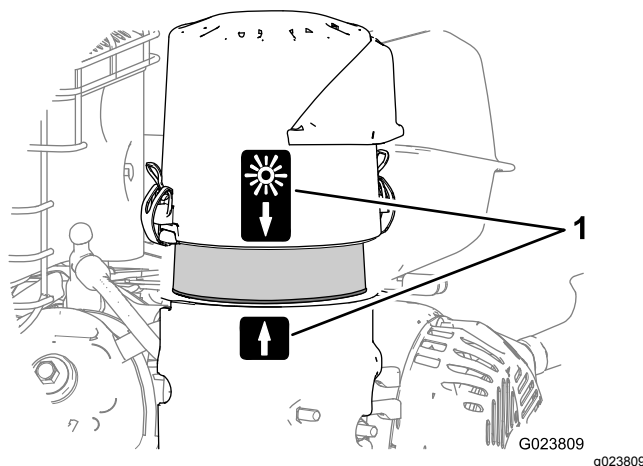

Figure 72
5. Alignez la flèche sur le couvercle du filtre à air et la flèche sur la base (Figure 72).